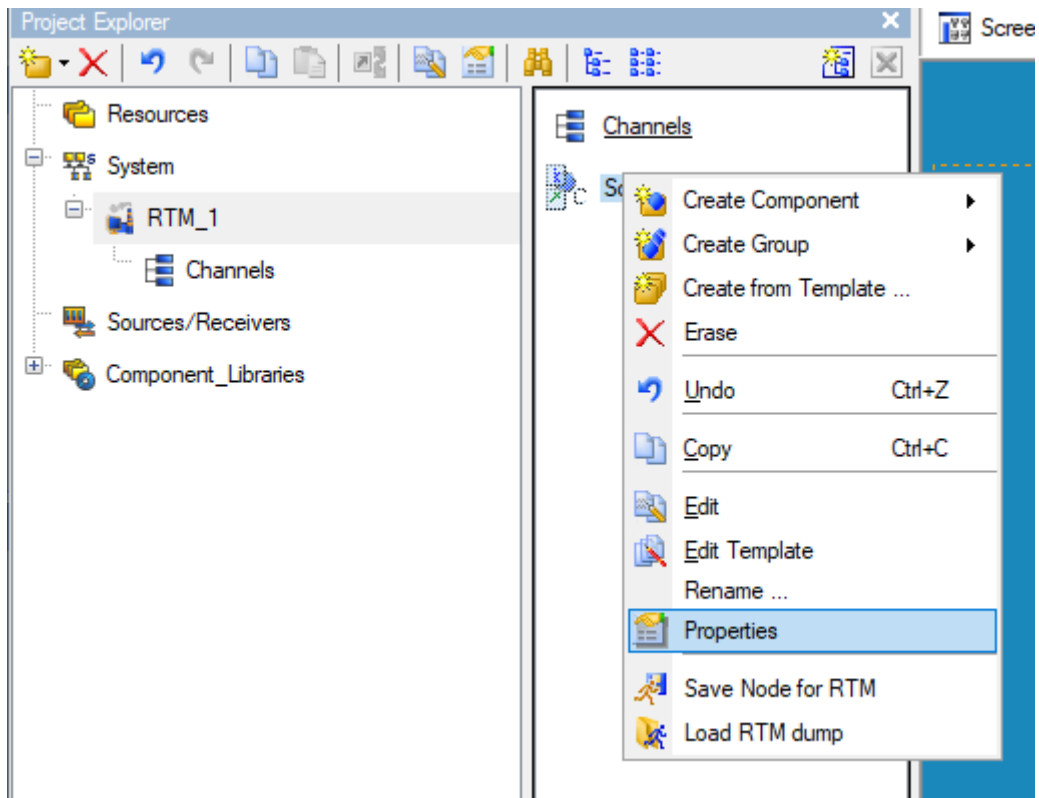

Рисунок 12 – Вибір меню **Властивості** екрана
1.5 Прив'язати аргументи екрана до каналів. Створимо по аргументах входів **X1, X2, X3, X4** та виходу **Y** шаблону екрана нові канали й відредагуємо їхню прив'язку. У шарі **System** (Система) відкрити вузол **RTM_1** та за допомогою ПК на компоненті **Screen_#1:1** (Екран_#1:1) вибрати через контекстне меню пункт **Properties** (Властивості) (рис. 12).